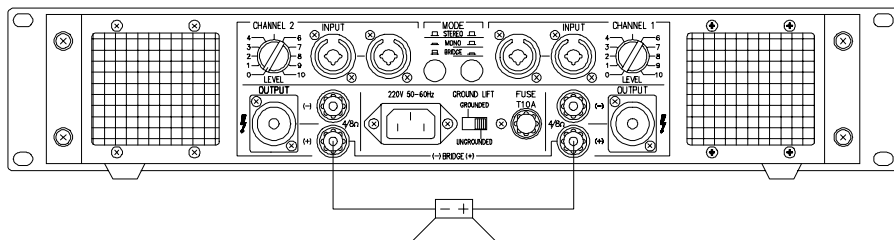

Рис.5
5.1. В режиме «BRIDGE» подключение акустической системы производится к «+» (сигнальным) клеммам двух каналов, как показано на рис.5. Номинальное сопротивление нагрузки не должно быть меньше 8 Ом.